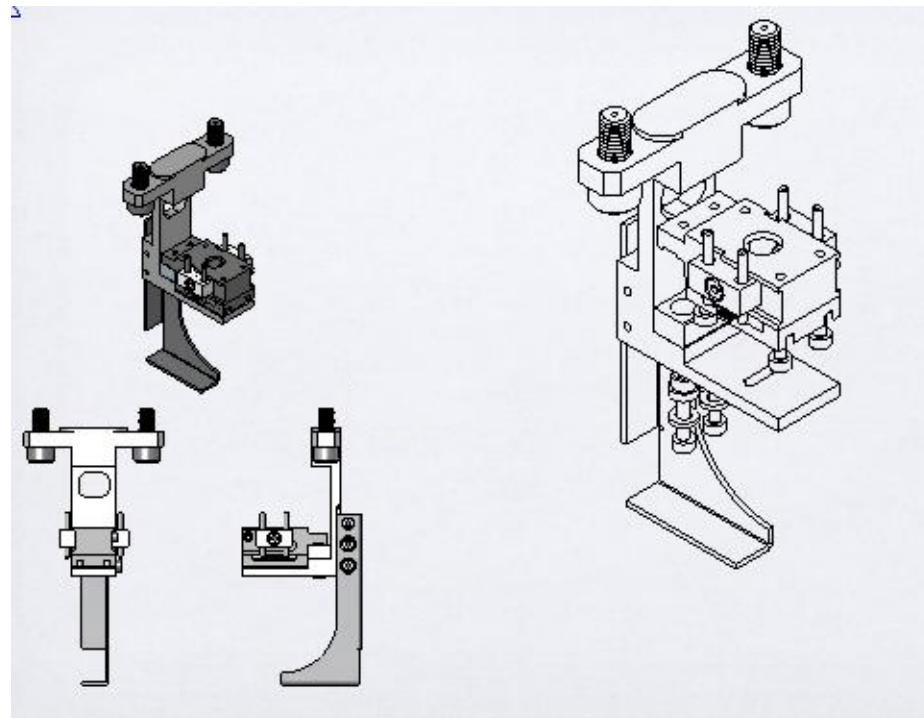

图 C-1 谱仪（离子源总成）
- a. 从谱仪体部拆下谱仪头部，检查总压盘（图 C-1 和图 C-2）。
- a. 参考步骤 2b, 逐步测量灯丝电阻、离子电压和灯丝电压。验证 (第 C-7 “页图 C-3 和第 C-6 “页图 C-1):
- b. 选择 *Setup* 菜单 > *Manual Tuning* 并注意 *Emission Current* 设置。在测试点 EMISS T.P 和 TP101 FIL GND 测量离子源板 (第 C-10 “页图 C-4) 上的发射电流。测得的电压应对应于观察到的读数 (+/-10% 以内)。如果发射电流 < 0.3 mA 或为零, 检查污染谱仪的污染情况 (必要时, 更换离子源)。请参阅第 C-6 “页图 C-1 和第 C-6 “页图 C-2。
- 检查离子源，如果受到污染（变色），净化离子源或进行更换（第 C-6 “页图 C-1）。